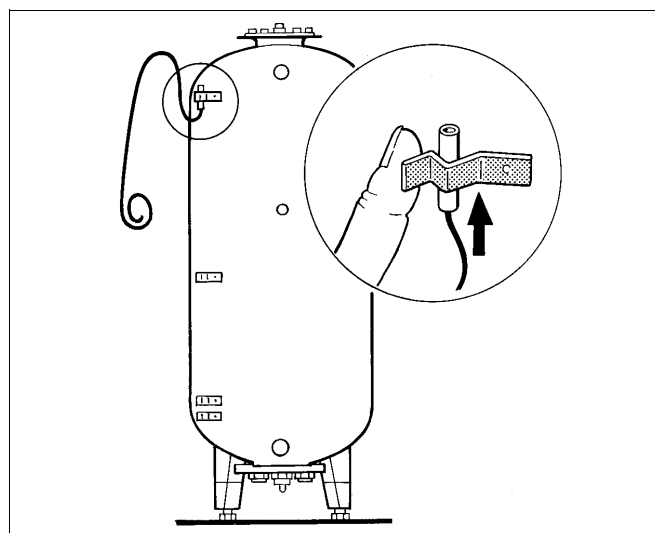

Fig. 5 - Rappresentazione schematica
Le sonde a contatto devono essere disposte sulla circonferenza dell'accumulatore (fig. 5).
- Immettere la sonda nel fermo a molla, in maniera che l'intera superficie di contatto della sonda venga a giacere piatta sul corpo dell'accumulatore (fig. 5).